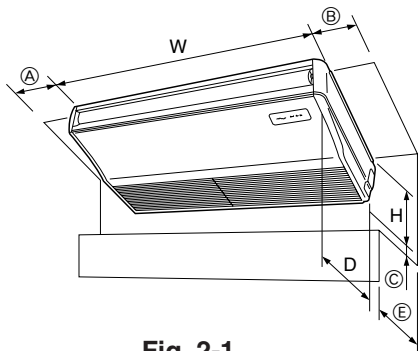

Fig. 2-1
2.1. Auenabmessungen (Innenanlage) (Fig. 2-1)